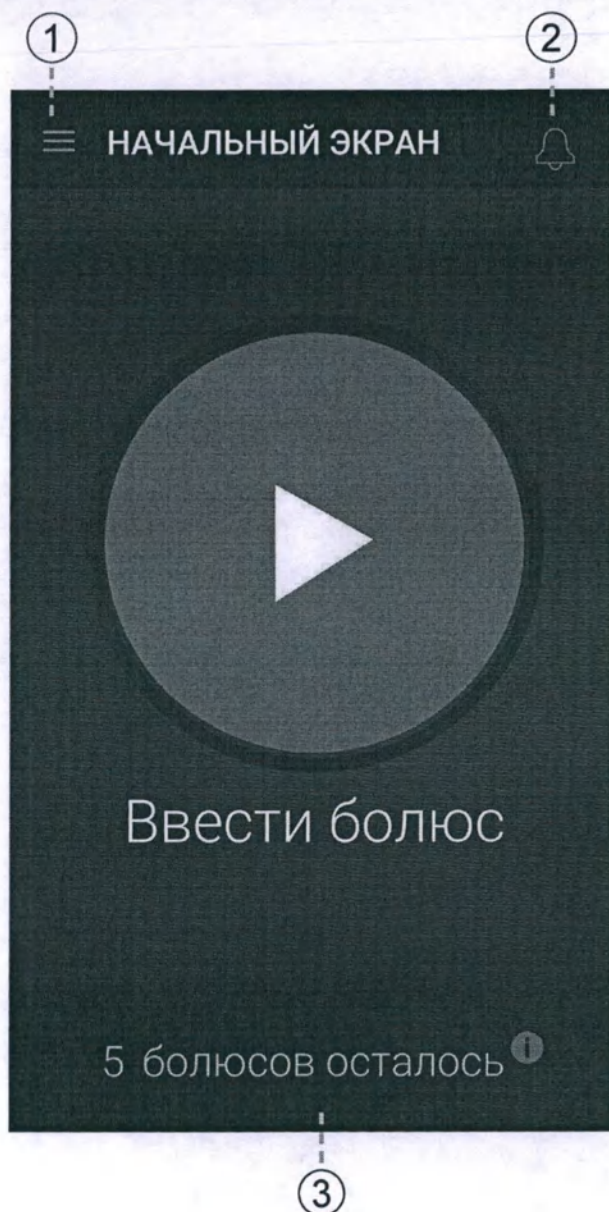

Рисунок 3. Экран НАЧАЛЬНЫЙ с кнопкой Ввести болюс
4. На экране **НАЧАЛЬНЫЙ** (Рисунок 3) нажмите кнопку **Ввести болюс** ►.
Вы можете изучить оповещения, ранее полученные из помпы, нажав кнопку оповещений , расположенную в правом верхнем углу экрана приложения myPTM (рисунок 3). Изучите оповещение и следуйте инструкциям. Цвет цифры, отображаемой рядом с кнопкой оповещений () , и цвет оповещения указывает тип оповещения, как описано в таблице 3. Если у Вас есть вопросы по поводу оповещений, свяжитесь со своим врачом.